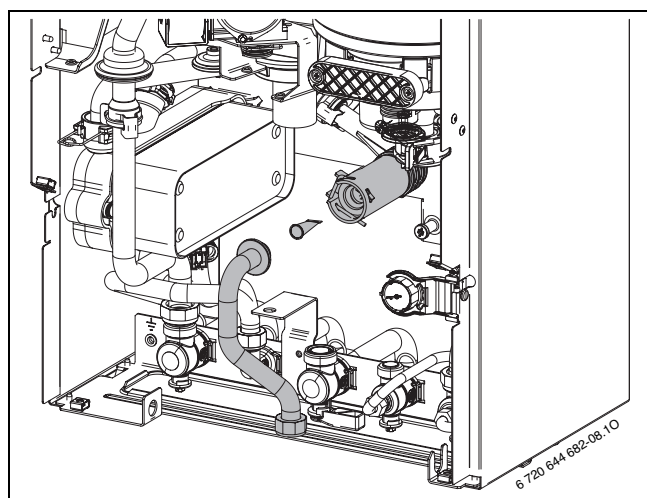

Fig. 40
- Contrôler l'encrassement du filtre à l'entrée eau froide sanitaire (→ fig 40).